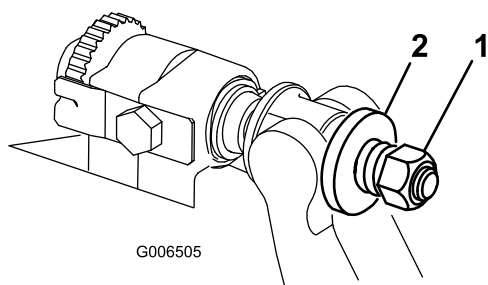

Рисунок 38
6. Затяните гайку натяжения пружины так, чтобы пружина полностью сжалась, затем отверните ее на 1/2 оборота (Рисунок 38).